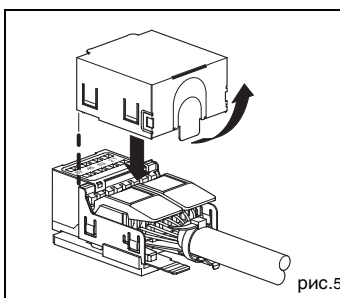

рис.5
- Retirer l'entrée de câble au niveau de la tôle de blindage et encliqueter la tôle de blindage sur l'isolant femelle (fig. 5).
- Strip the cable entry on the shroud and snap the shroud with the female insert (Fig. 5).
- Entfernen Sie am Schirmblech den Kabeleinlass und verrasten Sie das Schirmblech mit dem Buchseinsatz (Abb. 5).
Abb./Fig.5
- Удалить кабельный ввод на пластине экрана и соединить между собой защелками пластину экрана и гнездовую вставку (рис. 5).